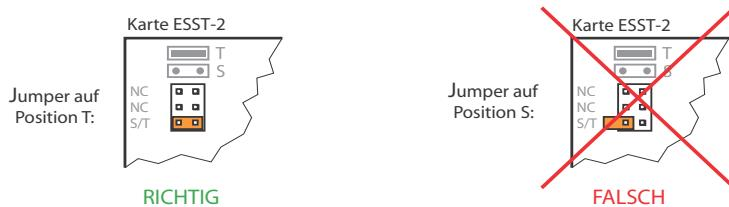

Fig. 24 Jumper-Position auf der Karte ESST
- 2) Bei der Endgerätekarte ESST muss der Jumper immer auf Position T gesteckt sein (siehe Fig. 24).
- Bei der Endgerätekarte ESST muss der Jumper immer auf Position T gesteckt sein (siehe Fig. 24).